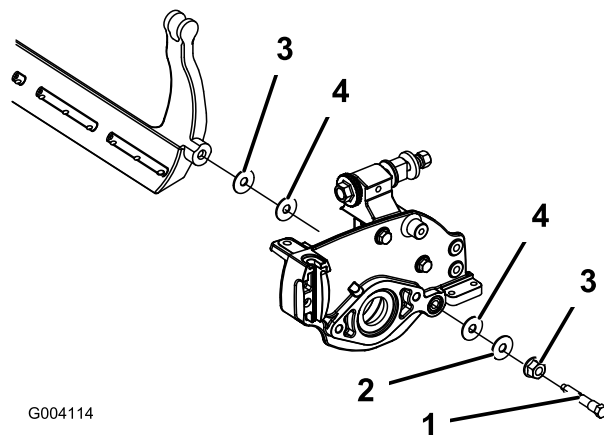

Figura 58
4. Togliete i bulloni della barra di appoggio per tirare in giù la barra e toglierla dalla macchina. Conservate le due rondelle di nylon e le due rondelle in acciaio stampato da ciascun lato della barra di appoggio (Figura 58).